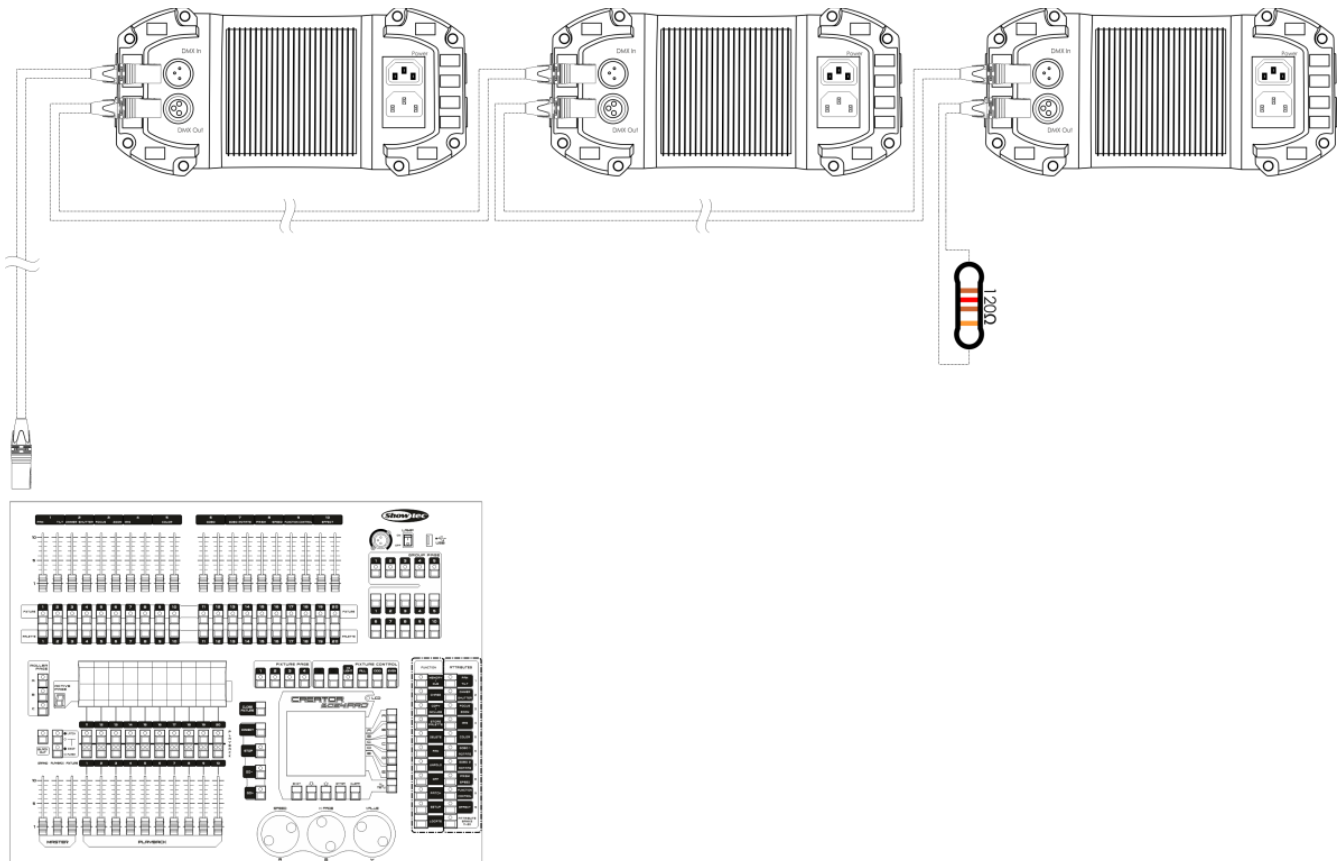

Fig. 04
- 05) Collegare le unità come indicato nella (Fig. 04). Collegare un cavo di segnale DMX dall'uscita "out" del primo dispositivo DMX alla presa "in" della seconda unità. Ripetere questo processo fino a collegare la seconda, la terza e la quarta unità.